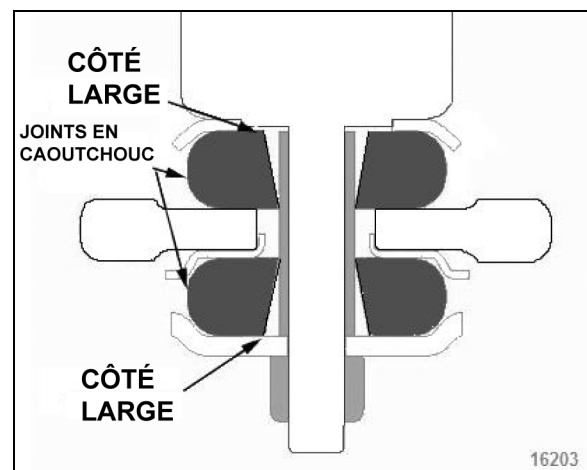

FIGURE 33: BAGUES DE MONTAGE INFÉRIEUR D'AMORTISSEUR
4. Sur le montage inférieur, veillez à poser les joints de caoutchouc avec le côté large du trou conique comme illustré dans Figure 33.